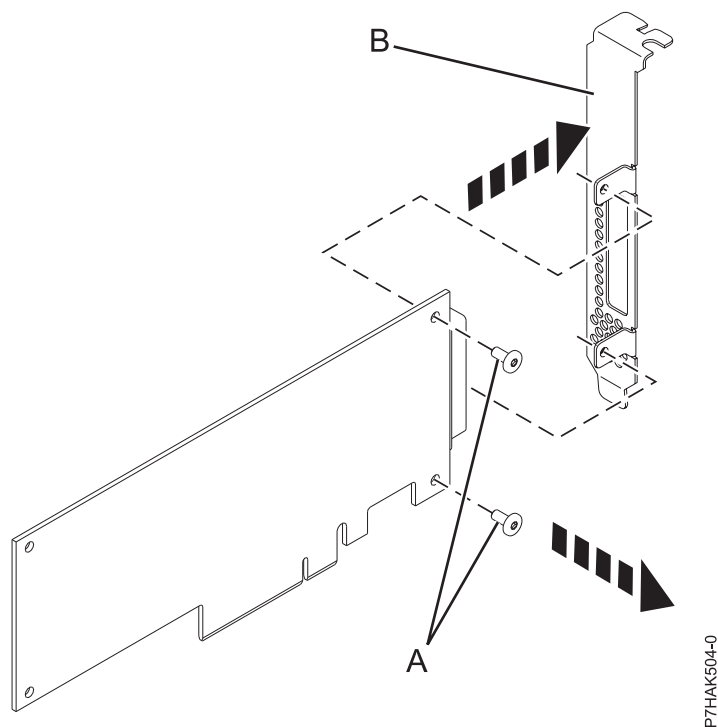

Figura 31. Extracció de la contrapunta de perfil alt d'un adaptador PCIe nou
8. Fent servir un tornavís Phillips, traieu els dos cargols de subjecció (A) que subjecten la contrapunta de perfil alt (B) a l'adaptador PCIe nou, com es mostra a la Figura 31.